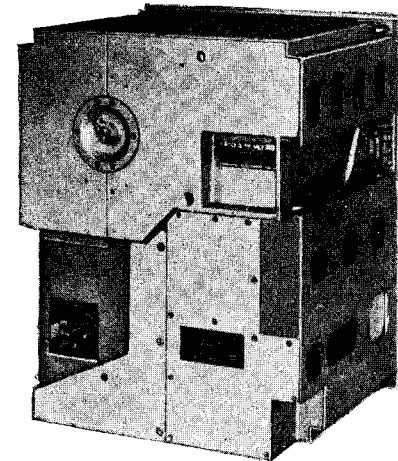

Abb. 1: Rückansicht ohne Kasten
- 22) Rechts und links auf der Mitte der Frontplatte befindet sich je ein Handgriff, um das Herausziehen des Gerätes aus dem Kasten zu erleichtern. Sämtliche nach außen führenden Anschlüsse sind im Kasten verkabelt und über Stecker dem Gerät zugeführt (s. Abb. 1).